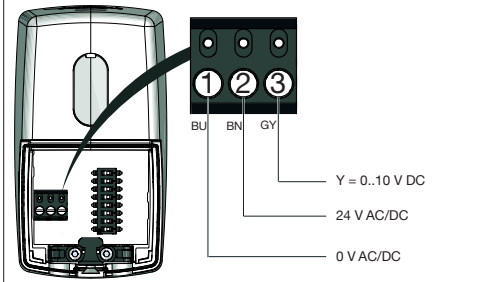
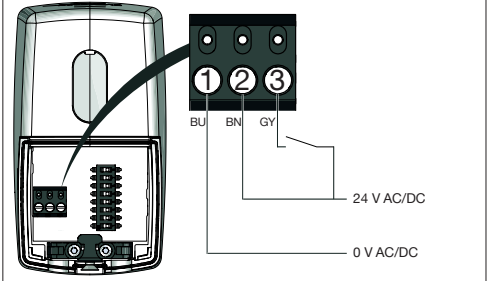

Fig. 6: Disposition des raccordements du réglage progressif
Fig. 8: Disposition des raccordements du réglage tout ou rien
- Établir l'alimentation électrique selon la disposition souhaitée, Fig. 6 à Fig. 8.